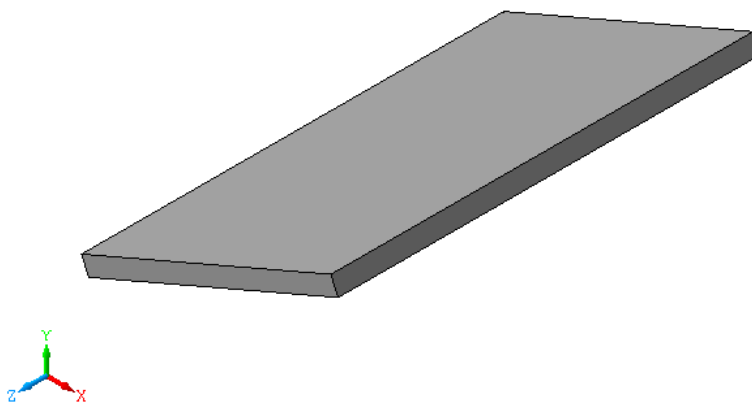

Рис. 2.15. Результат применения операции выдавливания к эскизу **Отрезок**.
1.18. Нажмите на **Панели специального управления** кнопку  – **Создать объект** или выберите в объектном меню команду **Создать операцию**. Тонкая пластина готова (рис. 2.15). Если это нужно, выберите режим отображения **Полутоновое**.